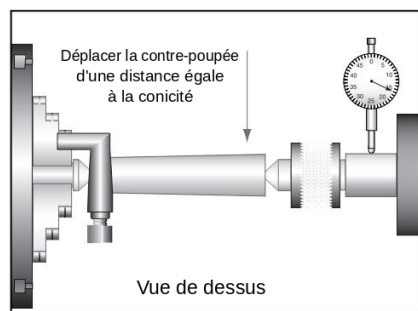

Figure 31
Avant d'effectuer des réglages sur la contre-poupée, montez un comparateur à cadran de façon que son palpeur appuie sur le fourreau de la contre-poupée. Voir la **Figure 31**.
5. Mesurez la pièce avec un micromètre. Si la pièce est plus grosse du côté de la contre-poupée, la contre-poupée doit être rapprochée de vous de la valeur de la conicité. Voir la **Figure 31**. Si la pièce est plus mince du côté de la contre-poupée, la contre-poupée doit être éloignée de l'opérateur d'au moins la valeur de la conicité. Voir la **Figure 32**.